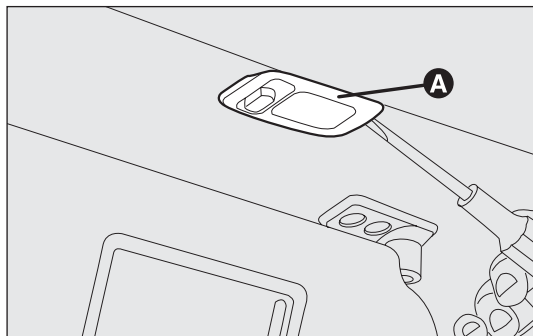

рис. 179
ЛАМПА ПОДСВЕТКИ – рис. 179
- снимите плафон A – рис. 179, нажав в месте, показанном стрелкой.